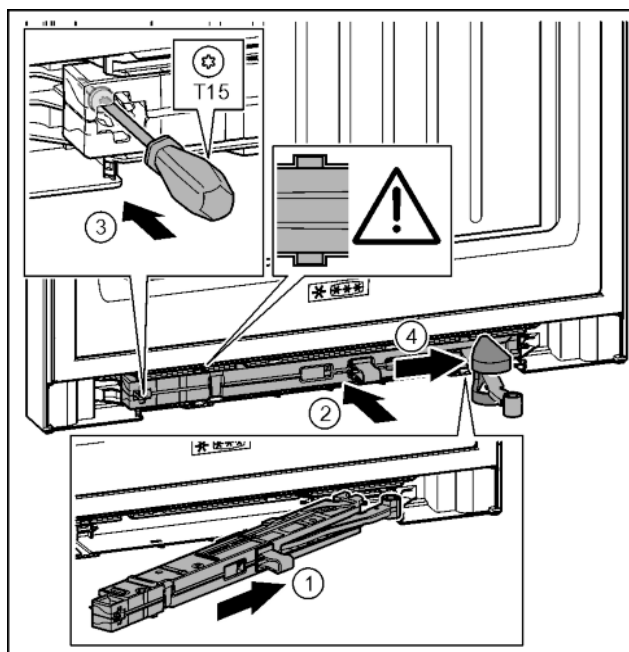

Fig. 44
- ▶ Вставить узел амортизатора со стороны опорного кронштейна в выемку до упора под наклоном. *Fig. 44 (1)*
- ▶ Полностью вставить узел амортизатора в выемку. *Fig. 44 (2)*
- ▶ Затянуть винт отверткой T15. *Fig. 44 (3)*
- ▶ Переместить крышку над шарниром. *Fig. 44 (4)*